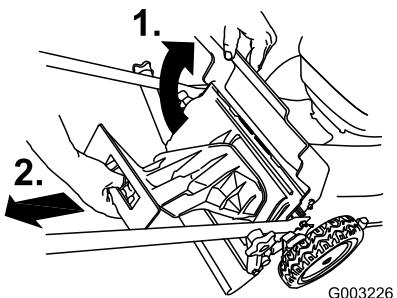

Figura 34
- Alzate lo sportello posteriore e tenetelo alzato (Figura 34).
- Togliete il coperchio di scarico posteriore (Figura 34).